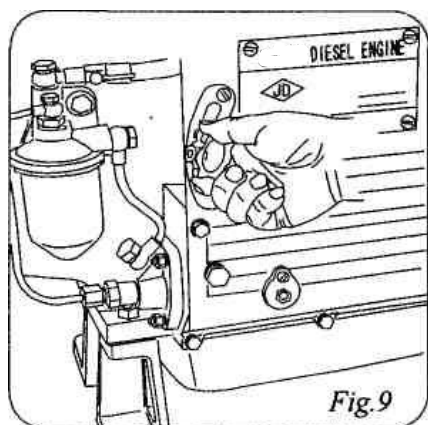

Рис.9
3.2.1 Установите рычаг контроля скорости в положении "СТАРТ", обозначенном на указателе положения (рис. 9).